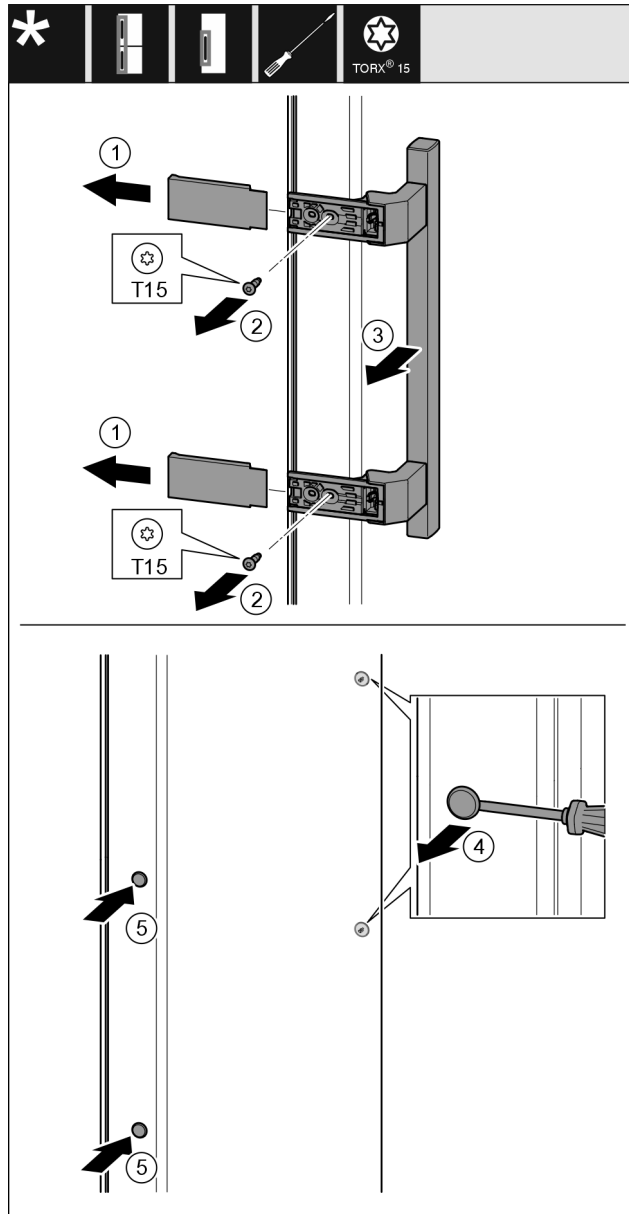

Fig. 21
- ▶ Τραβήξτε έξω το κάλυμμα Fig. 21 (1).
- ▶ Ξεβιδώστε τις βίδες Fig. 21 (2) με κατσαβίδι.
- ▶ Αφαιρέστε τη λαβή Fig. 21 (3).
- ▶ Ανασηκώστε προσεκτικά και τραβήξτε έξω την πλαϊνή τάπα Fig. 21 (4) με ένα ίσιο κατσαβίδι.
- ▶ Τοποθετήστε ξανά την τάπα Fig. 21 (5) στην άλλη πλευρά.